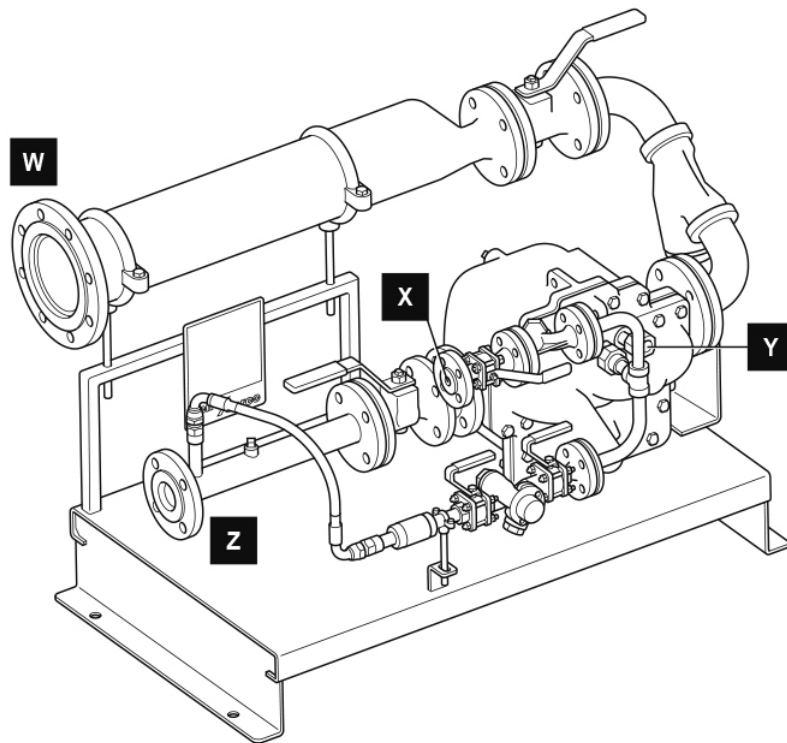

Fig. 1
3.3 Raccordements (se référer aux Fig. 1 et 5)